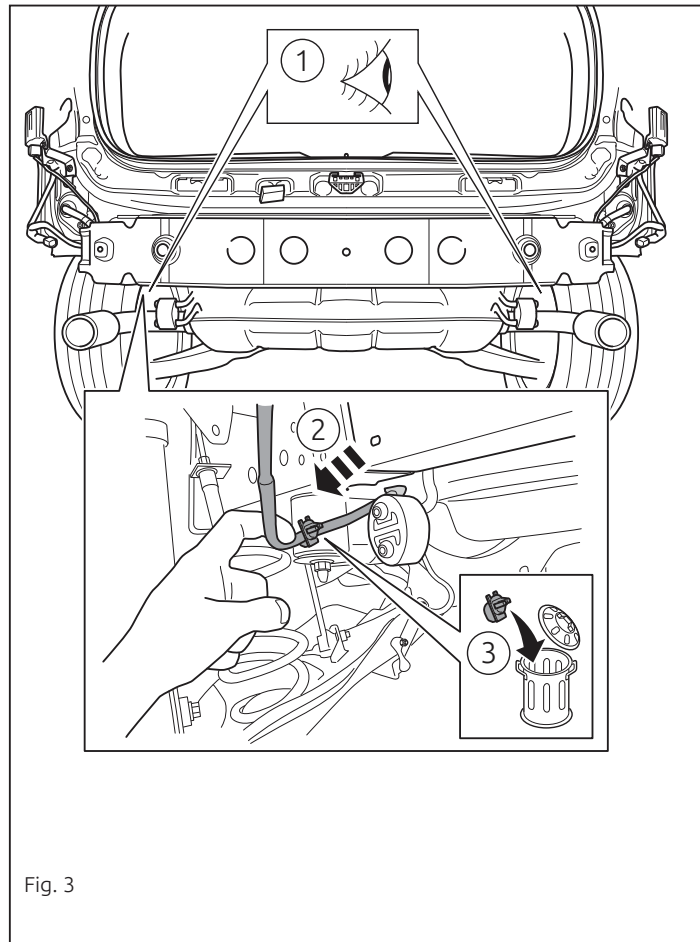

Fig. 3
4. **Для автомобилей Ad-Blue:** Снять с шасси крепление линии. См. рисунок 3.